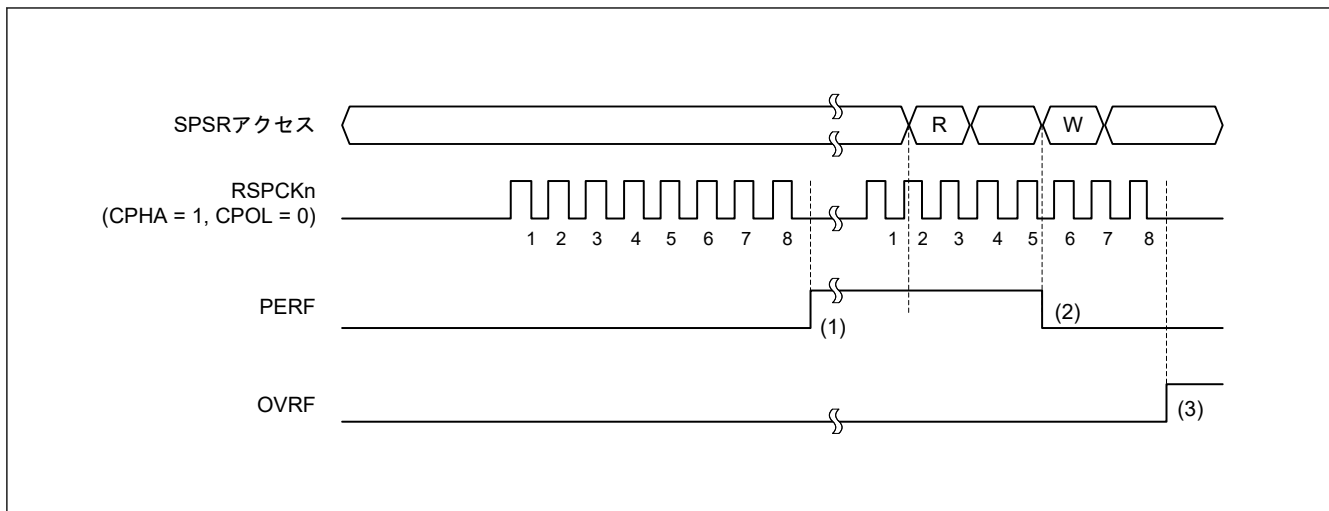

図 28.31 OVRF フラグおよび PERF フラグの動作例
図 28.31 に OVRF フラグと PERF フラグの動作例を示します。図 28.31 に記載の SPSR アクセスは、SPSR レジスタへのアクセス条件を示します。W は書き込みサイクル、R は読み出しサイクルを示します。この例では、SPCR2.SPPE ビットが 1 の状態で全二重シリアル通信を行います。SPCMD0.CPHA ビットが 1、かつ SPCMD0.CPOL ビットが 0 の設定で、SPI は 8 ビットのシリアル転送を実行します。RSPCKn 波形の下に記載した数字は RSPCK サイクル数 (= 転送ビット数) を示しています。
以下に、図 28.31 の (1) ~ (3) に示したタイミングでのフラグの動作内容を説明します。